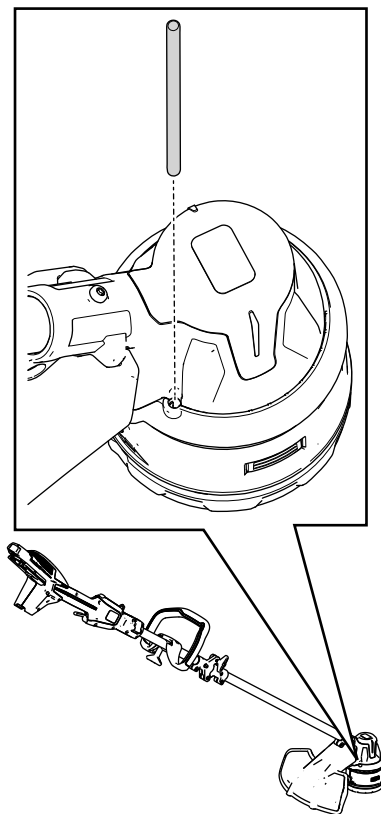

Bild 16
2. Führen Sie ein Werkzeug mit kleinem Durchmesser (z. B. einen Schraubendreher) durch das Motorgehäuse und in die Nut im Lüfter ein, um den Freischneiderkopf zu sichern, damit er sich nicht frei drehen kann (**Bild 16**).